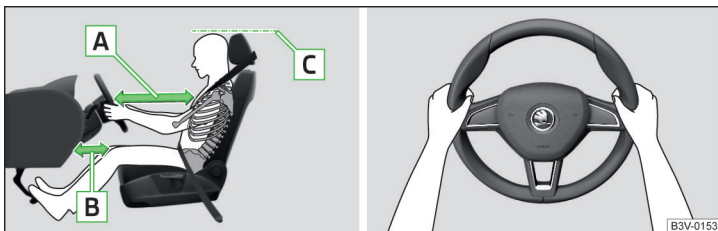

Fig. 2 Posición de asiento correcta del conductor / Sujeción correcta del volante
- ✓ Ajuste el asiento del conductor longitudinalmente de forma que la distancia de las piernas hasta el tablero de instrumentos en la zona del airbag de rodillas sea al menos de 10 cm » fig. 2 - [\[B\]](#).
- ✓ Ajustar el volante de tal modo, que la distancia entre el volante y el estérnon sea, como mínimo, 25 cm » fig. 2 [\[A\]](#).
- ✓ Ajuste el reposacabezas de tal modo que el borde superior del mismo se encuentre a ser posible a la misma altura que la parte superior de su cabeza (no es válido para los asientos con reposacabezas integrado) » fig. 2 - [\[C\]](#).
- Durante la conducción, sujete el volante con ambas manos por el borde exterior de los lados en las posiciones de las "9" y "3" horas » fig. 2. No sujete nunca el volante en la posición de las "12 horas" o de cualquier otro modo (p. ej., en el centro o en el borde interior del volante, etc.). De lo contrario pueden suceder lesiones graves en los brazos, manos y cabeza en la activación del airbag.
- ✓ Ajuste el reposacabezas de tal modo que el borde superior del mismo se encuentre a ser posible a la misma altura que la parte superior de su cabeza » fig. 2 de la pág. 13 - **C** (no es válido para los asientos con reposacabezas integrado).
- ✓ Ajustar el reposacabezas de tal modo, que el borde superior del mismo se encuentre de ser posible a la misma altura que la parte superior de la cabeza » fig. 2 de la pág. 13 - **C**.